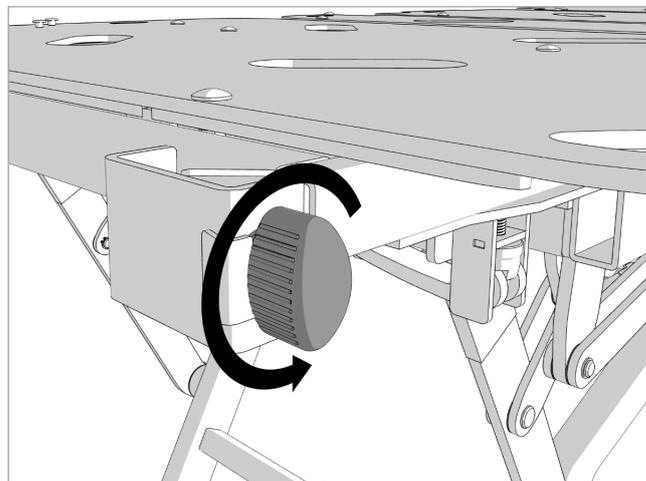

Figure 8.8
9. Desserrez les volants des supports de fixation de la tête et du pied de lit, comme indiqué à la Figure 8.8.